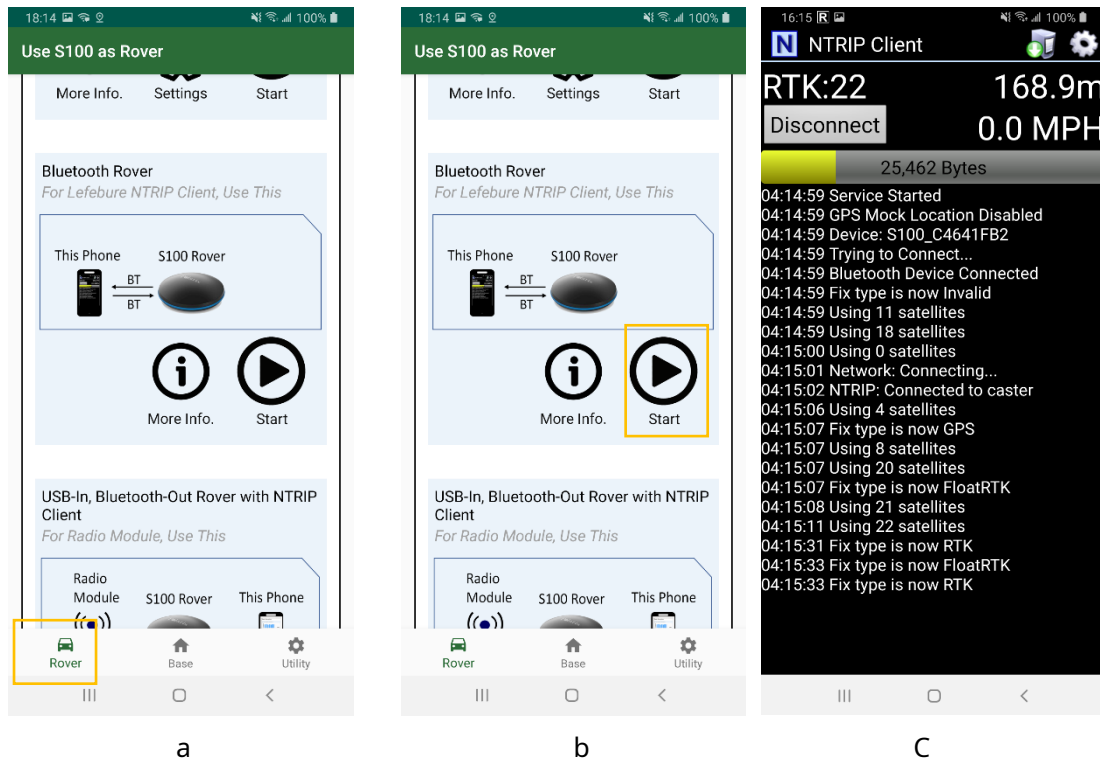

Figura 4-5
2. Haga clic en Inicio de "Bluetooth Rover"; La aplicación Polaris Connect se cerrará. Ver Figura 4-5 b
3. Inicie la aplicación cliente NTRIP de terceros para recibir datos de corrección RTK, los envía al S100 y recibe el flujo de datos de posición desde el S100. Consulte la Figura 4-5 c.